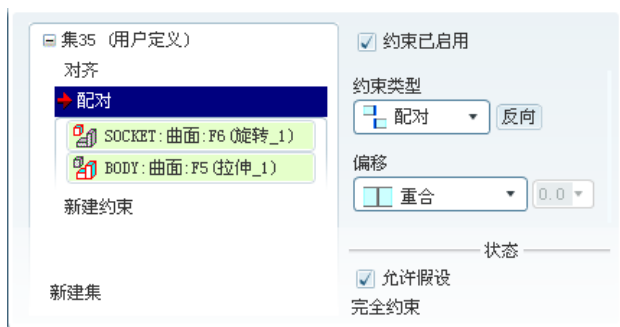

图 12.5.35 “配对”约束参照
- (2) 定义平面“配对”约束。平面  配对 约束的参照如图 12.5.35 所示。